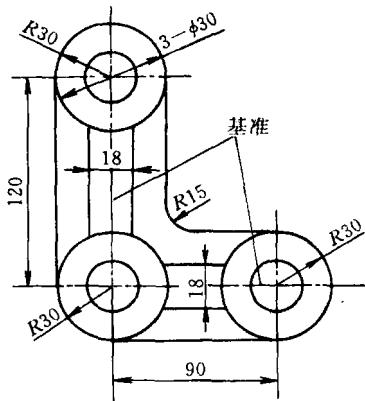

图 2-14 以两条中心线为基准
(2) 以两条互相垂直的中心线为基准 如图2-14所示，该零件上两个方向的尺寸与其中心线具有对称性、或从中心线起始标注，所以，这两条中心线就分别是这两个方向的划线基准。
(3) 以一条中心线和与它垂直的平面